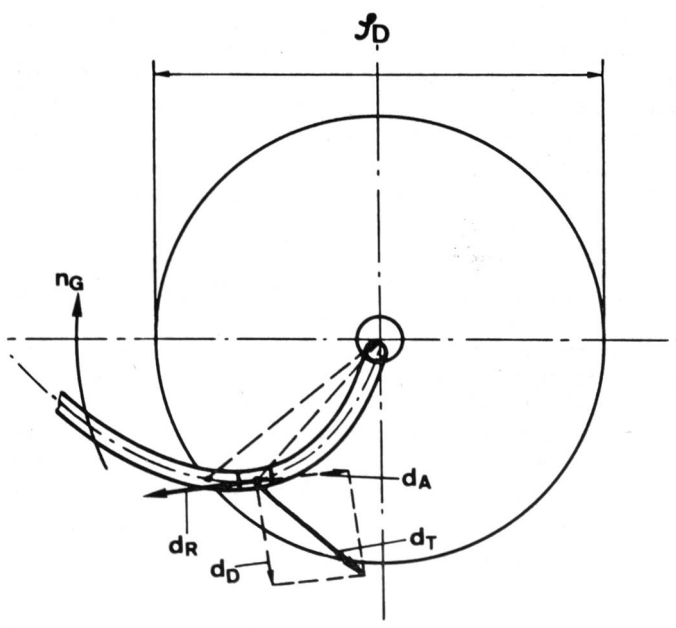

Abbildung 1 Reibkräfte zwischen Garn und Abzugsdüse
Bekanntlich beschränkt sich die Gültigkeit des Seilreibungsgesetzes auf den Fall, dass der Faden immer in der Meridianebene liegt, in der sich auch alle auf den Faden wirkenden Kräfte befinden. Insbesondere gilt für diesen Fall $S_0 \geq S_1$. Beim OE-Spinnen erfahren nun aber die einzelnen Fadenelemente infolge Rotation und Berührung an der stationären Abzugsdüse neben den Normaldrücken und den meridional gerichteten Reibungskräften auch Reibungen in azimuthaler Richtung (Führungs- und Coriolis-Kraft werden in diesem Zusammenhang vernachlässigt). Diese zusätzliche Reibungskomponente lenkt den Faden azimuthal ab, so dass er zur Raumkurve wird (Abbildung 1). Unter diesen Bedingungen verliert das Seilreibungsgesetz (1) seine Gültigkeit. Bereits bei früheren Arbeiten am Institut für Textilmaschinenbau und Textilindustrie der ETH Zürich konnte im Zusammen-